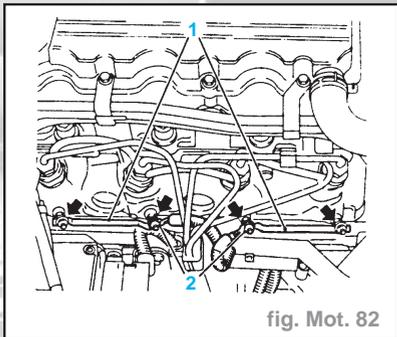

fig. Mot. 82
- Débrancher les connexions de câbles (2) des bougies de préchauffage des cylindres 2 et 3 (fig. Mot. 82).